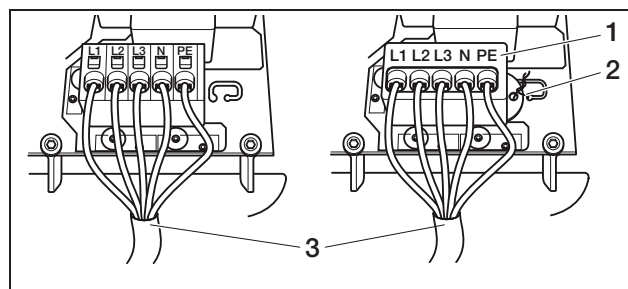

Figure 15: Câble d'alimentation secteur raccordé (à gauche sans capuchon de plombage, à droite avec capuchon de plombage (illustration convert 7T/8T/10T)
- Raccordez les brins du câble d'alimentation secteur à la borne de raccordement CA conformément au marquage (figure 15).